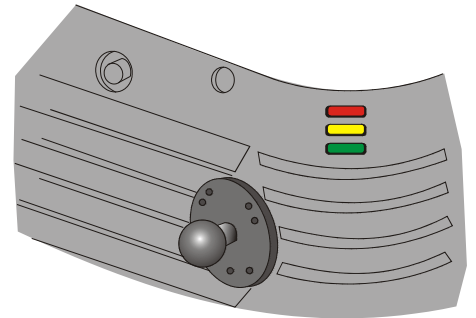

图 5-1 数字电影放映机状态 LED
2. 检查数字电影放映机后角上 LED 的状态。（图 5-1）。如果没有任何活动，请参阅 #3。